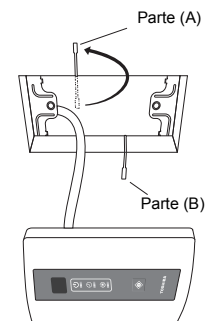

Fig.4
3. Utilize as peças (A) e (B) do suporte para segurar o material do tecto firmemente. (Fig. 4)